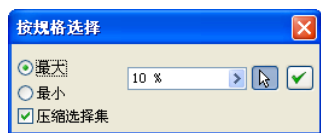

图 1-50 “按大小”选择对话框
(1) 选择【选择约束到】选项后，再随意选择部件中的一个零件或子部件，则与该零件或子部件存在约束关系的零件或子部件都将同时选定；
(2) 选择【选择零部件规格】选项后，打开一个如图 1-50 所示的【按规则选择】对话框，